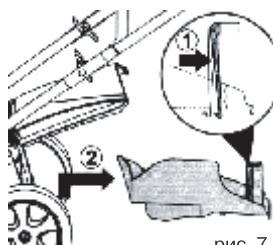

рис. 7
1. Поднять крышку (17) и подвесить травосборник на продольную ось при помощи двух крючков.
2. Отпустить крышку (17). Рис.7а
Поднять заднюю крышку и удалить мульчирующий клин (разблокировать его в корпусе и удалить) (рис.7).